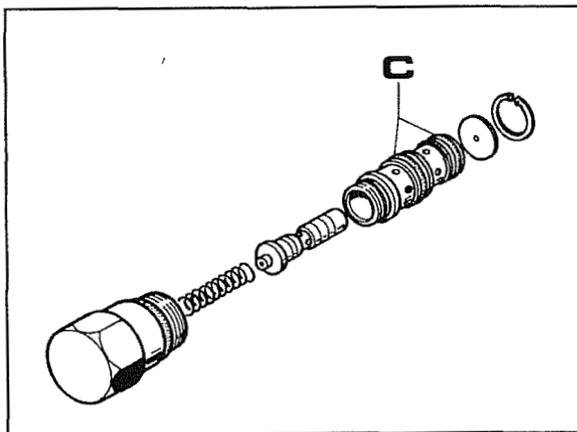

Fig. 3
3. Desmontar la válvula que se presentará como se ve en la fig.3.
4. Controlar el perfecto estado de los dos anillos de sellado **C** fig.3, si es necesario cambiarlos. Lavar y soplar todos los componentes para eliminar todo resto de suciedad.